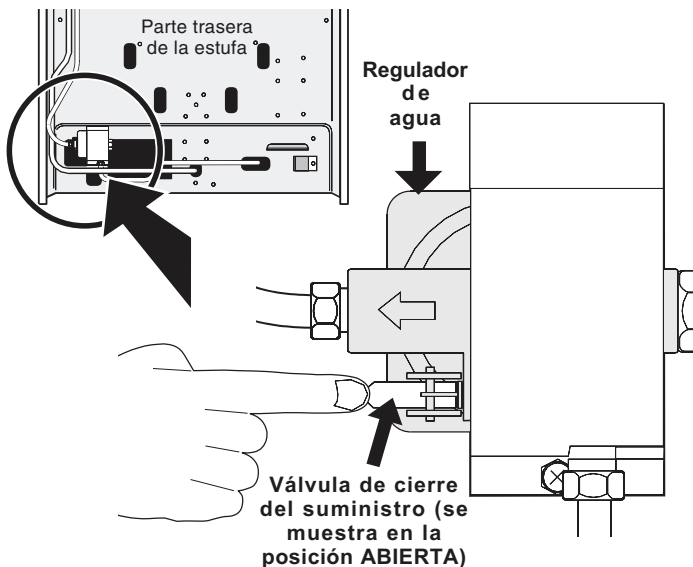

Fig. 11
- f. Asegúrese de que la válvula de cierre del suministro en el regulador de presión esté en la posición ABIERTA (vea la Fig. 11).